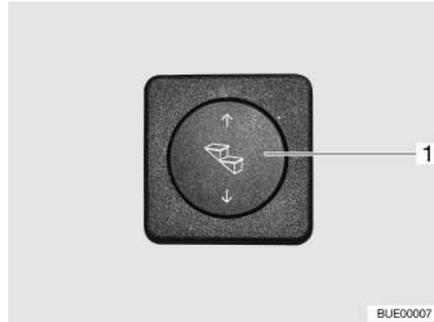

Fig. 2 Conmutador de mando del escalón de entrada
- Pulsar el interruptor basculante (Fig. 2,1) por abajo hasta que esté completamente extraído el escalón de entrada.
- Pulsar el interruptor basculante (Fig. 2,1) por arriba hasta que haya introducido completamente el escalón de entrada.